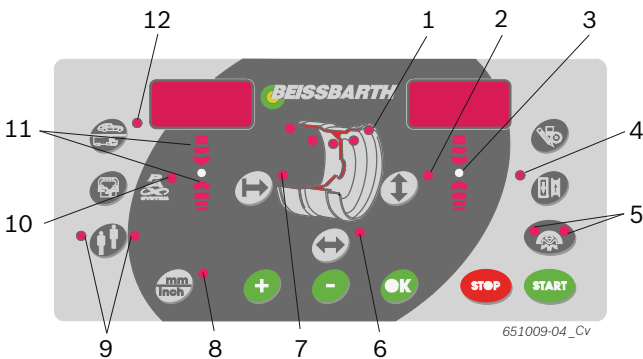

Fig. 4: Lysdioder på manöverpanelen/indikeringspanelen
- ➔ Med lysdioderna (fig. 4, pos. 1) visas balanseringsnivåernas lägen för varje balanseringsprogram.
II Vid ett valt PAX-balanseringsprogram lyser dessutom lysdioden Pax (fig 4, pos. 10).
2. Välj det fastställda fälgvaståndet med <-> eller <+>-knappen för fälgvastånd (fig 4, pos 7).
4. Välj den fastställda fälgbredden med <-> eller <+>-knappen för fälgbredd (fig 4, pos 6).
6. Välj den fastställda fälgdiametern med <-> eller <+>-knappen för fälgdiameter (fig 4, pos 2).
- ⇒ <SPLIT>-knappens (fig 4, pos 5) båda lysdioder lyser.